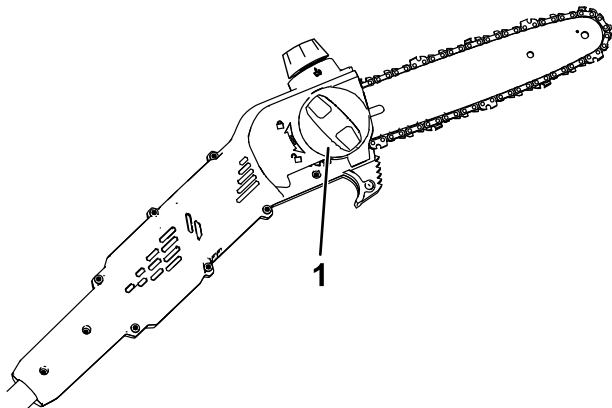
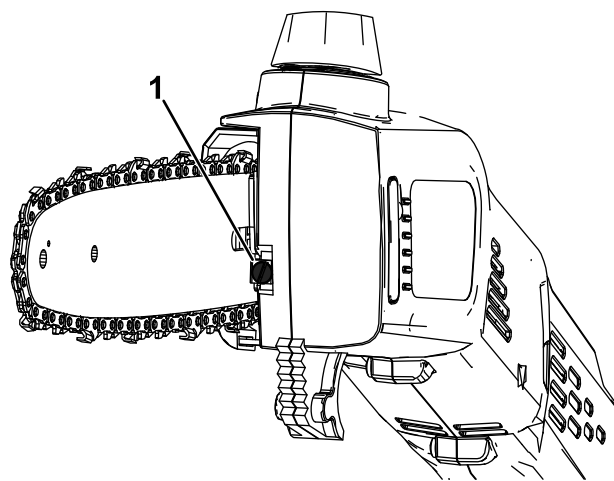

Figure 17
Figure 18
4. Dévissez le bouton du couvercle latéral du guide-chaîne pour desserrer le couvercle, mais laissez-le en place (Figure 17).
5. Ajustez la tension de la chaîne à l'aide de la vis de réglage de tension (Figure 18), puis fixez le couvercle latéral du guide-chaîne sur l'élagueuse en tournant le bouton du couvercle dans le sens horaire ; vérifiez ensuite la tension (Figure 17).
3. Détendez la chaîne en tournant la vis de tension dans le sens antihoraire (Figure 18).